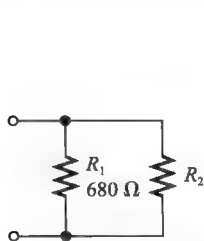

图 5-71 习题 42 图
42. 如果图 5-71 中总电阻是 200Ω ，试问 R_2 的值为多少？